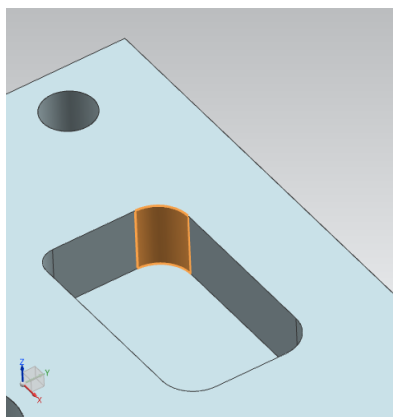

Рисунок 38 Выбор грани
1. Установите в списке (1) «Фильтр» типа значение «Грань», а в списке (2) «Область выбора» – «Внутри рабочей детали и компонентов». Выберите угол кармана (рисунок 38).